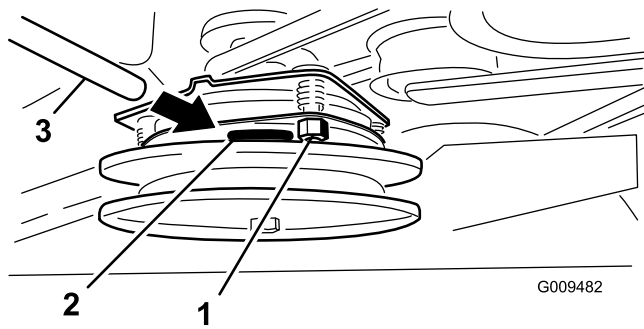

Figure 55
2. Si un réglage est nécessaire, ajustez-le à 0,381 mm pour chacune des trois positions de réglage. Serrez les contre-écrous jusqu'à ce la jauge d'épaisseur fléchisse légèrement mais puisse bouger facilement dans l'entrefer (Figure 55).